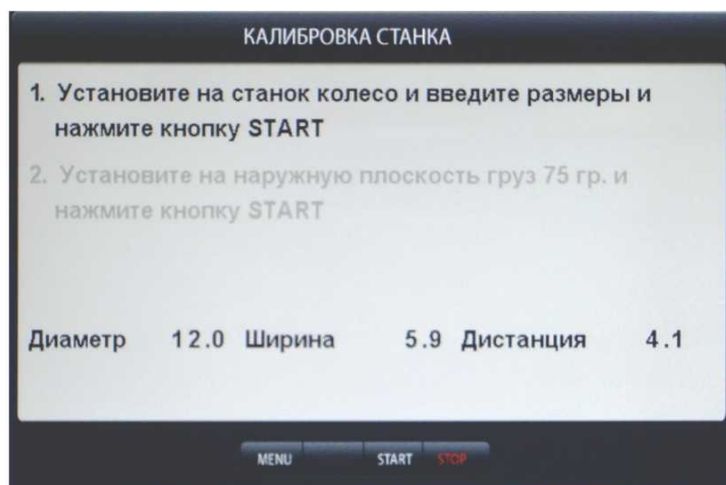

рис.19.1
кнопку 1 в верхнем ряду клавиатуры. Откроется окно КАЛИБРОВКА СТАНКА (рис.19.1).
20.5. Запустите СБ, нажав кнопку «START». После первого цикла в окне рис.19.1 высветится второй пункт «Установите на наружную плоскость калибровочный груз и нажмите кнопку «START».